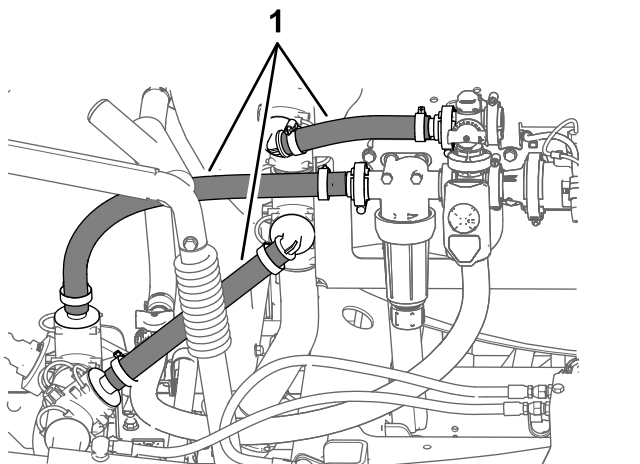

Рисунок 3
2. Снимите 3 шланга, показанные на Рисунок 3.